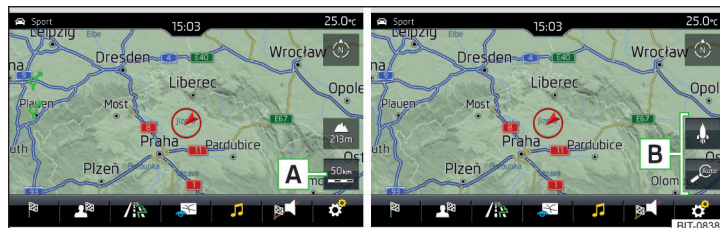

Fig. 220 Superficies funcionales para el cambio de la escala del mapa
- Pulse la superficie funcional **A** » fig. 220.
En el área **B** » fig. 220 se visualizan las superficies funcionales para el cambio de escala del mapa.